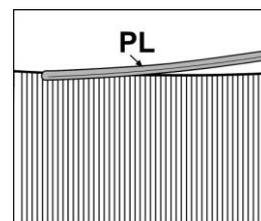

fig.12
Cubra los extremos del empalme y la junta de la pared (por el interior de la piscina) además de los tornillos, con la tira de PVC para proteger el liner de la fricción con estos objetos que suelen ser la causa principal de las roturas en los liner, fig. 12. Esta tira debe de estar firmemente pegada en esta área, si es preciso, utilice cinta adhesiva o similar para sujetarla a la pared.
Instale el perfil de plástico (PL) por todo el perímetro de la piscina (fig. 12). Corte el sobrante del último tramo del perfil (PL) para que encaje perfectamente, tenga cuidado en no dañar el liner al cortar.